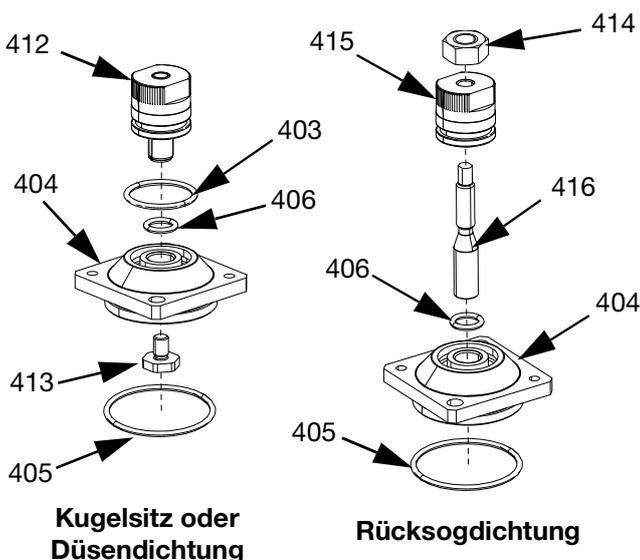
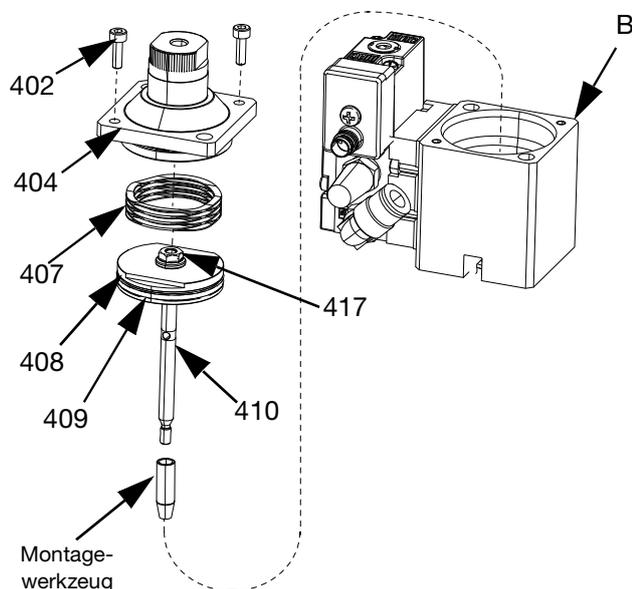

ABB. 21
ABB. 22
1. Zur Montage der Luftzylinderkappe (404) bei Ventilen mit Kugelsitz- oder Düsendichtungsbaugruppen:
- a. Den O-Ring (403) an der Knopfbaugruppe (412) montieren. Einen O-Ring (406) in der Luftzylinderkappe (404) setzen. Siehe ABB. 21.
- b. Den O-Ring (403) an der Knopfbaugruppe (412) schmieren und ihn in die Luftzylinderkappe (404) schrauben. Siehe ABB. 21.
- c. Den blauen anaeroben Klebstoff auf die Gewinde des Anschlags (413) der Nachstellvorrichtung auftragen und ihn in die Knopfbaugruppe (412) schrauben. Mit 0,9 bis 1,2 N•m (8 bis 10 in-lb) festziehen. Siehe ABB. 21.
2. Zur Montage der Luftzylinderkappe (404) bei Ventilen mit Rücksogdüsenbaugruppen:
- a. Den O-Ring (406) in der Luftzylinderkappe (404) einbauen. Den Stangenadapter (416) in die Luftzylinderkappe (404) einsetzen. Siehe ABB. 21.
- b. Den O-Ring (405) an der Luftzylinderkappe (404) anbringen. Siehe ABB. 21.
- c. Die Knopfbaugruppe (415) und die Kontermutter (414) auf den Stangenadapter (416) schrauben. Siehe ABB. 21.
3. Zur Montage des Luftgehäuses (B) bei Ventilen mit Kugelsitz- oder Düsendichtungsbaugruppen:
- a. Den O-Ring (408) des Kolbens austauschen, wenn er zerkratzt, geschnitten oder verschlissen ist. Siehe ABB. 22.
- b. Das Montagewerkzeug an der Spitze der Kolbenstange (410) ansetzen, und es dann in das Luftgehäuse (B) einsetzen. Siehe ABB. 22.
- d. Die Feder (407) oben auf den Kolben (409) setzen. Siehe ABB. 22. Die Luftzylinderkappe (404) wieder anbringen und die Schrauben (402) einsetzen. Auf die Luftzylinderkappe (404) nach unten drücken, um die Feder (407) zu spannen. Mit 0,9 bis 1,12 N•m (8 bis 10 in-lb) festziehen.